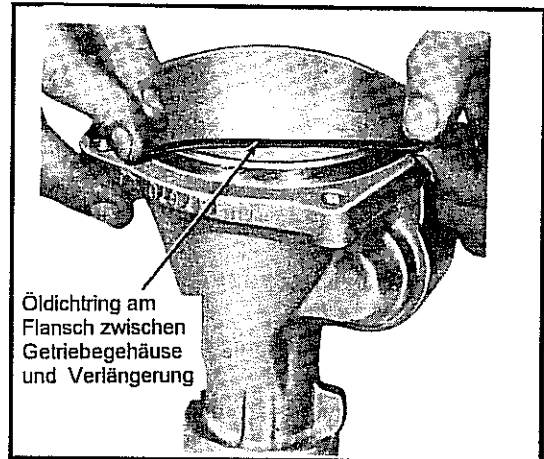

Abb. 10-32 Öldichtring der Gehäuseverlängerung mit rechteckigem Querschnitt
- Hierzu wie in Abb. 10-32 gezeigt vorgehen und den Dichtring mit rechteckigem Querschnitt abheben. Hierbei die Dichtfläche nicht beschädigen.